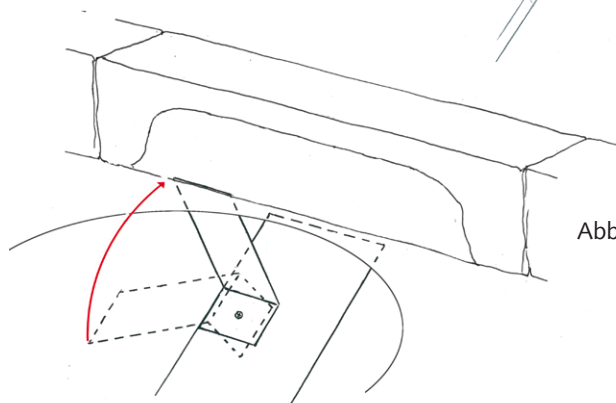

Abb. 3
- Erfolgt der Einlauf über eine seitliche Randsteinöffnung, wird der Ausstieg nur mit einer Schraube fixiert und im Schacht in die richtige Position gedreht (Abb. 3)